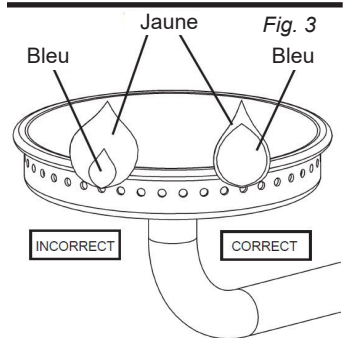

Fig. 3
- Vérifiez visuellement la flamme du brûleur (fig. 3). Une **FLAMME CORRECTE** devrait être bleue, avec un peu de jaune à l'extrémité. Une **FLAMME INCORRECTE** est excessivement jaune et irrégulière. Si une flamme incorrecte est observée, fermez le bouton de réglage, fermez le robinet de la bouteille de gaz, laissez l'appareil refroidir, puis nettoyez le brûleur. Laissez le brûleur sécher complètement avant de le rallumer.